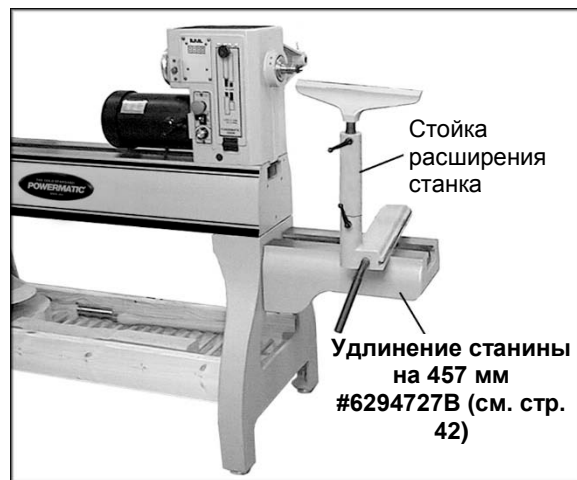

Рисунок 9
Для точения вне станка, когда передняя бабка перемещается в противоположный конец токарного станка для обработки больших круглых заготовок, вы можете (1) установить удлинение станины, прикрутив его через три отверстия в опоре токарного станка, и (2) установить вертикальную стойку расширения станка [входит в набор для удлинения станины] на основание подручника. См. Рис. 9.